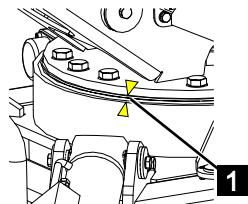

Abb. 105
3. Aufbau in Richtung Transportstellung schwenken (☞Kapitel 6.10 „Aufbau bedienen“, auf Seite 97) bis die Drehanzeiger (Abb.105/1) direkt übereinander stehen.